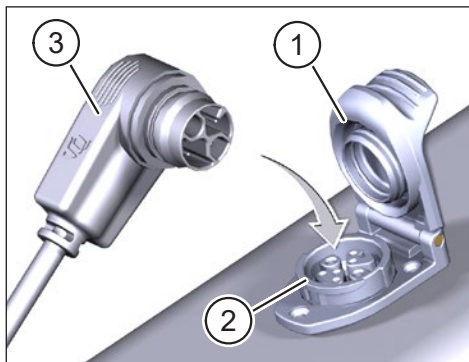

Fig. 1:
- ▶ Otwórz osłonę (poz. 1 na rys. 1) na gnieździe ładowania (poz. 2 na rys. 1) w ramie roweru.
- ▶ Wyrównaj wtyczkę ładowania (poz. 3 na Rys. 1) ładowarki lub Range Extender'a, tak aby kody wtyczek ładowania i portu ładowania były zgodne (patrz Rys. 1).
- ▶ Włóż wtyczkę ładowania (poz. 3 na rys. 1) ładowarki lub urządzenia Range Extender do portu ładowania.